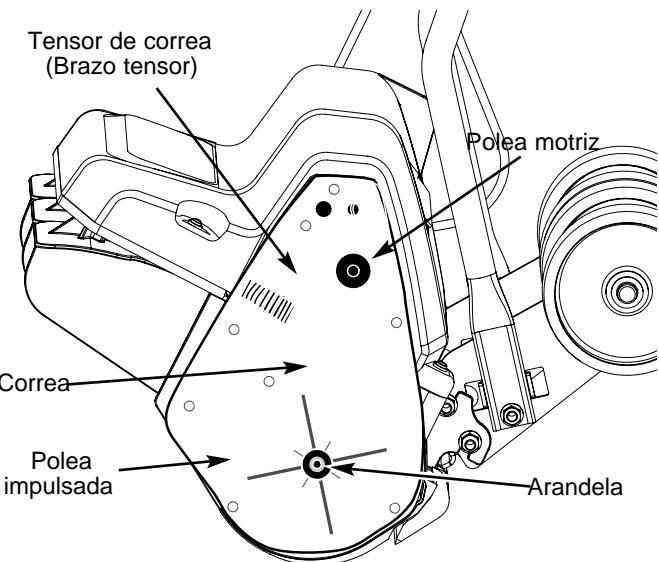

Fig. 10
- Hale el tensionador de la correa (brazo tensor) separándolo de la polea de tracción. Quite la correa dañada de la polea dentro de la cubierta. Deschela en forma apropiada (Fig. 10).
- Ponga la nueva correa en la polea de tracción y en la polea impulsada (Fig. 10). Hale el tensor de la correa (brazo tensor) separándolo de la polea de tracción para instalar la correa alrededor de la polea de tracción.